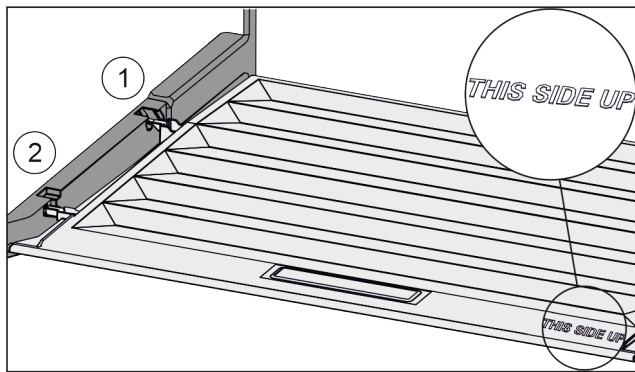

Fig. 37
- ▶ Introduzca los nervios de la tapa por la abertura del soporte trasero Fig. 37 (1) y encájelos por delante en el soporte Fig. 37 (2).